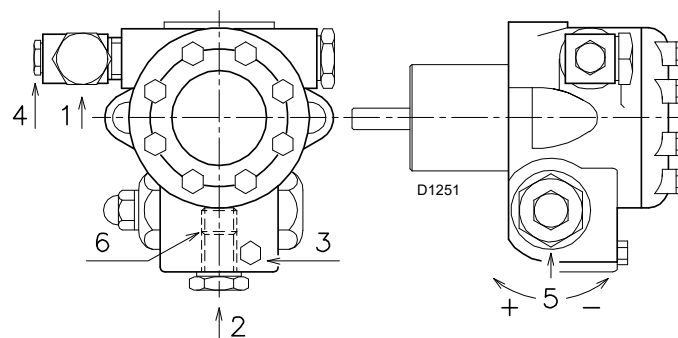

Fig. 21
- Cuando el gasóleo sale por el tornillo 3)(Fig. 21), la bomba está cebada. Detener el quemador: interruptor 1)(A) en posición "OFF" y enroscar el tornillo 3).